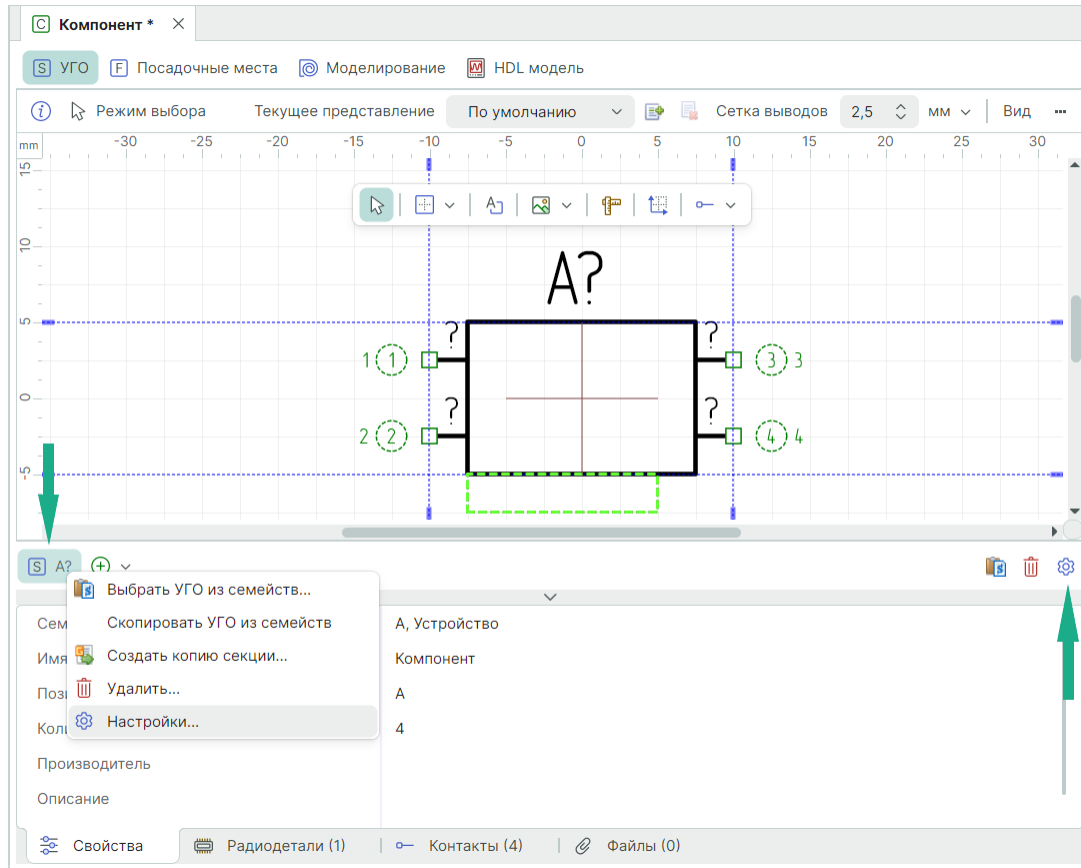

Рис. 210 Вызов настроек секций
1. Вызовите окно настроек из контекстного меню секции или с помощью символа , расположенного в правой части редактора, см. Рис. 210.